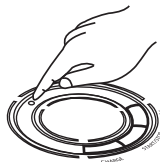

Рис. 5
6. Когда аккумулятор начнет разряжаться, индикатор постепенно начнет мигать. Как только аккумулятор разрядится, индикатор будет нормально мигать. (См. рис. 5)